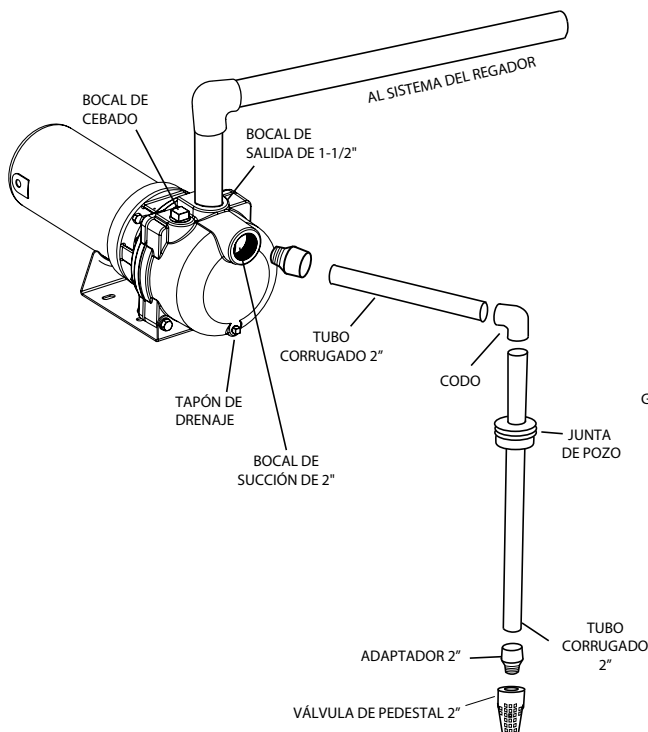

Figura 5
A. Conexión del Bocal de Succión (Figura 5)
5. Hacer funcionar la bomba. Una bomba bien cebada debe descargar agua sin aire a una presión constante. Si la bomba no produce agua después de cinco minutos, pararla, soltar la presión, sacar el tapón del bocal de cebado, agregar más agua, recolocar el tapón y recomenzar. Cerciorarse que la válvula de pedestal está bien instalada en el tubo de succión (Figura 5).